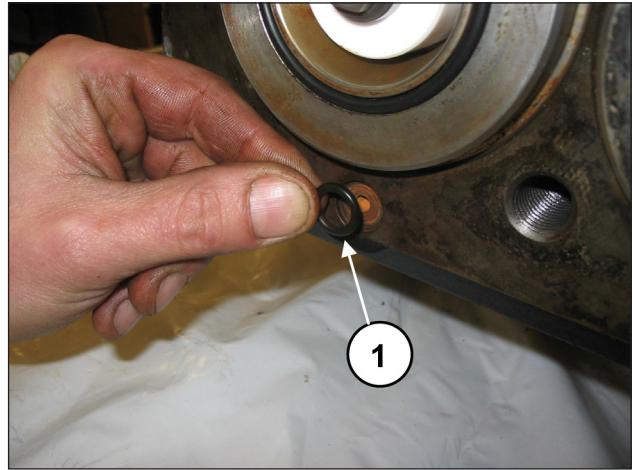

Fig. 188
Monter le joint torique du trou de recirculation (rep. ①, Fig. 188).